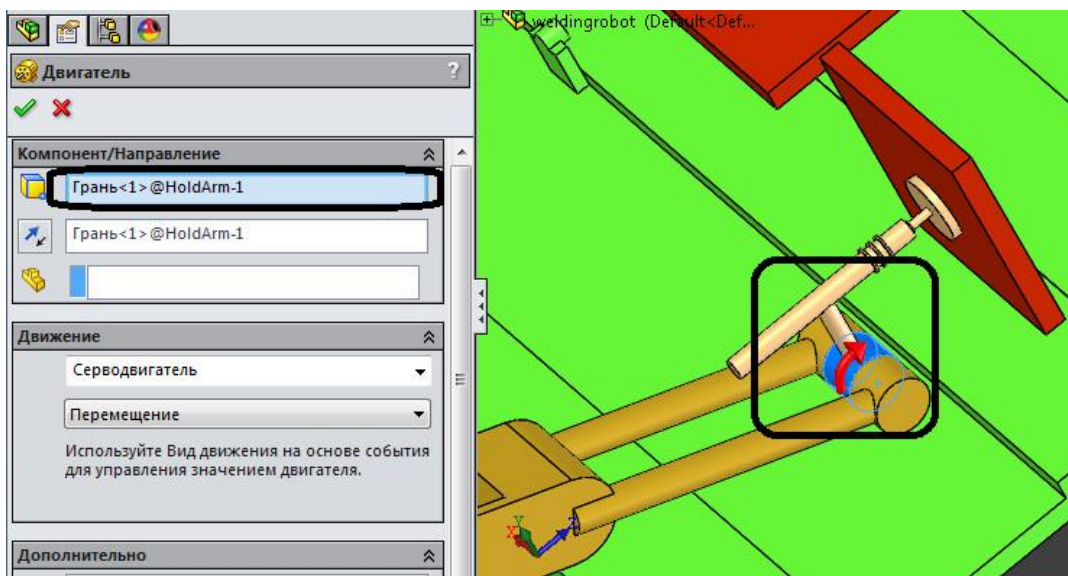

Рис. 11. Створення обертального серводвигуна
4.2.2. Встановити місце розташування та параметри руху обертального серводвигуна як показано на рис.11.